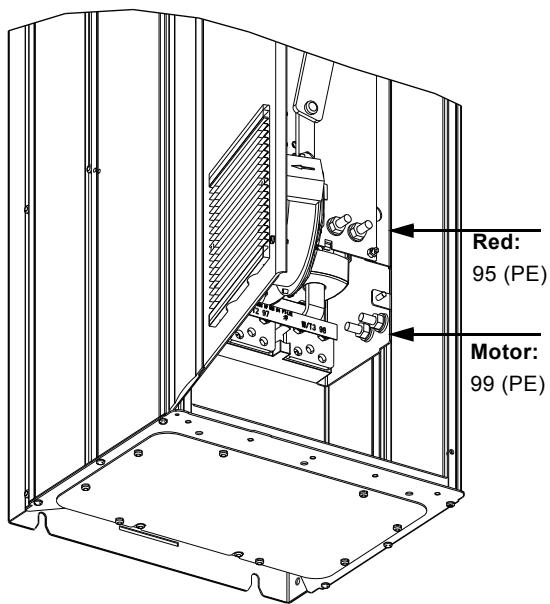

Fig. 14 Conexión a tierra
1. Conectar el conductor de tierra al terminal 99 (PE). Ver fig. 14.
1. Conectar el conductor de tierra al terminal 95 (PE). Ver fig. 14.
Tener en cuenta las siguientes posiciones de terminales cuando se diseña la conexión de cables. Ver figs. 14 a 16.